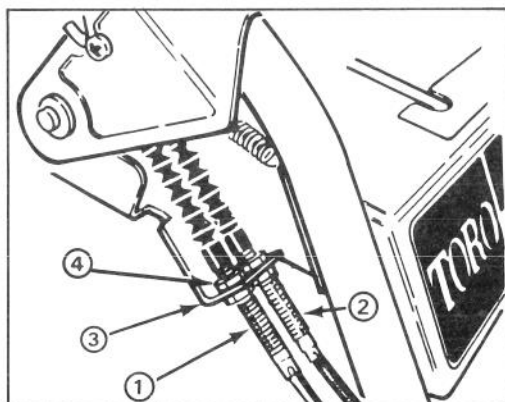

Figure 26
4. Desserrez le contre-écrou supérieur fixant le câble de la tarière/roue hélice au support de fixation (Fig. 26).
5. Faites tourner le contre-écrou inférieur vers le haut afin de tendre la courroie (Fig. 26).
### RÉGLAGE DE LA COURROIE D'ENTRAÎNEMENT DE TRACTION (Fig. 26)
8. Desserrez les contre-écrous qui tiennent le câble de commande (correspondant à la courroie à remplacer) au support (Fig. 26). Le câble doit